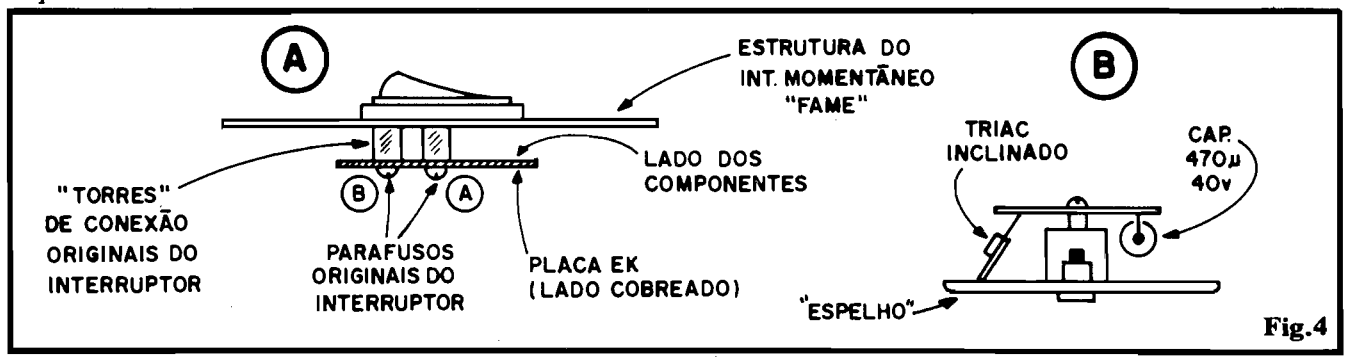

Fig. 4
- FIG. 4 - "CASANDO" A EK COM O INTERRUPTOR - Observem cuidadosamente o diagrama 4-A, no qual enfatiza-se que o **lado dos componentes** (do Circuito Impresso) deve confrontar a traseira do interruptor momentâneo tipo "FAME" ou "MINITOC"... Lembrar que a fixação deve ser feita após alguns cuidados prévios: soldar dois pedaços de fio (de calibre conveniente) aos pontos "X-X" da placa (para posterior conexão à cabagem C.A. já existente na caixa de instalação) e "deitar" um pouco, "para fora" da placa, o TRIAC (TIC216D ou TIC226D), conforme mostra 4-B. Esse "tombamento" do TRIAC se mostrará válido quando da acoplagem do interruptor ao respectivo "espelho". Os parafusos originais existentes nos "toques/terminais" do interruptor tipo **push-button** N.A. devem ser removidos, e em seguida utilizados para fixação mecânica (e conexão elétrica) da placa da EK, observando (4-A) que as "cabeças" dos ditos parafusos fazem firme contato elétrico com as "auréolas" sobreadas dos próprios furos de fixação, estabelecendo-se, assim, a incorporação do interruptor ao circuito (conforme "esquema" - fig. 1).